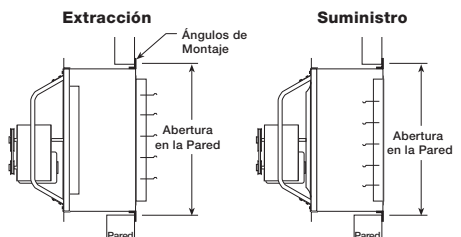
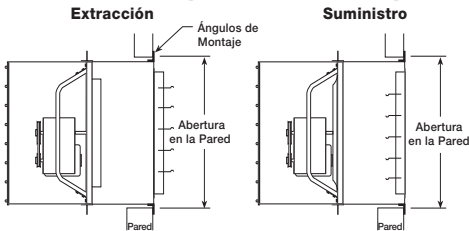
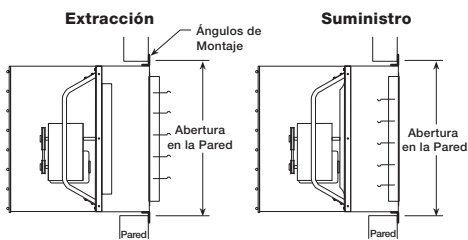

Figura 4 — Instalación de collar de pared
Figura 5 — Instalación de collar de pared y protector
Figura 6 — Instalación de carcasa de pared
1. Mueva el ventilador a la ubicación deseada y determine el método con el que se montará como se muestra en las Figuras 3, 4, 5 y 6 en las páginas 4-5. El collar de pared opcional (Figura 4), el collar y protección de pared (Figura 5) o la carcasa de pared (Figura 6) proporcionan un medio cómodo de montar ventiladores de pared lateral.
4. La Figura 4 muestra la abertura en la pared necesaria para las instalaciones que usan un collar de pared.
5. La Figura 5 muestra la abertura en la pared necesaria para las instalaciones con un collar de pared y un protector.
6. La Figura 6 muestra la abertura en la pared necesaria para instalaciones con una carcasa de pared.